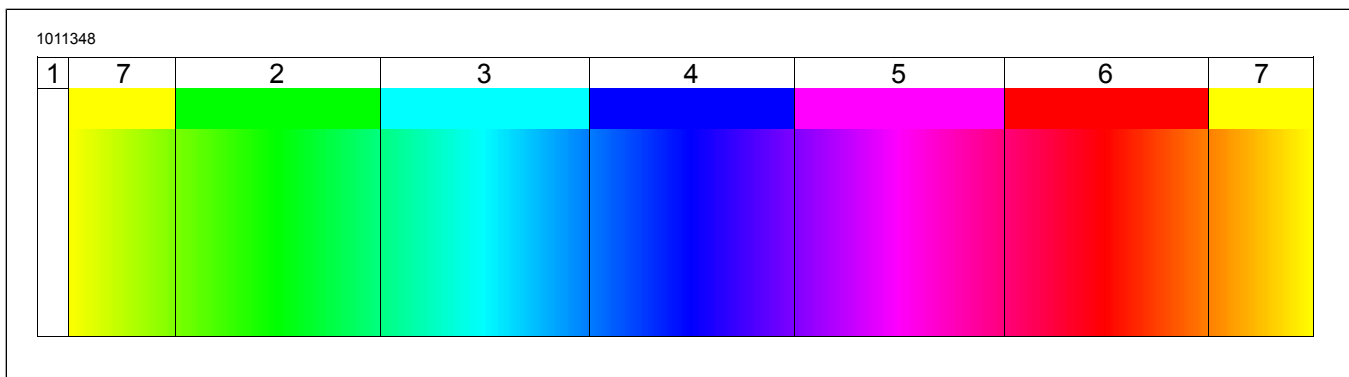

Рисунок 4. Цветовой спектр
- См. рис. 4. Доступны семь предустановленных градаций цветов. В каждой из них есть несколько оттенков: